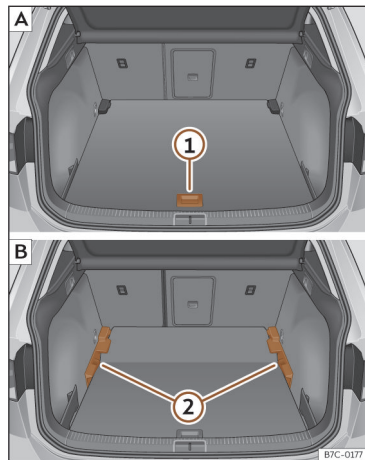

Fig. 161 Plancher du coffre à bagages modulable : **A** position haute ; **B** position basse.
- Pour passer de la position basse en position haute, relevez le plancher avec la poignée >>> **fig. 161** ①, tirez-le vers l'arrière jusqu'à ce que la partie avant du plancher dépasse complètement les supports ②.
- Déplacez le plancher vers l'avant sur ces derniers jusqu'à ce qu'il bute contre le dossier de la banquette arrière et ensuite, abaissez le plancher avec la poignée ①.
- Pour passer de la position haute en position basse, relevez le plancher avec la poignée >>> **fig. 161** ①, tirez-le vers l'arrière jusqu'à ce que la partie avant du plancher dépasse complètement les supports ②.
- Laissez tomber la partie avant contre le plancher et poussez ce dernier vers l'avant jusqu'à ce qu'il bute contre le dossier de la banquette arrière en abaissant en même temps le plancher avec la poignée ①.
- Lorsque le plancher modulable se trouve en position haute, relevez-le à l'aide de la poignée >>> **fig. 161** ①, tirez-le et repoussez-le vers le dossier de la banquette arrière jusqu'à ce qu'il se plie au niveau de la charnière et que sa partie mobile repose contre le dossier.
- Pour passer de la position haute en position basse, relevez le plancher modulable avec la poignée >>> **fig. 161** ① et tirez-le légèrement vers l'arrière.
- Poussez le plancher modulable en direction des sièges arrière rabattus à l'aide de la poignée ① en appuyant légèrement dessus de manière à placer la partie mobile du plancher au même niveau que le dossier des sièges arrière.